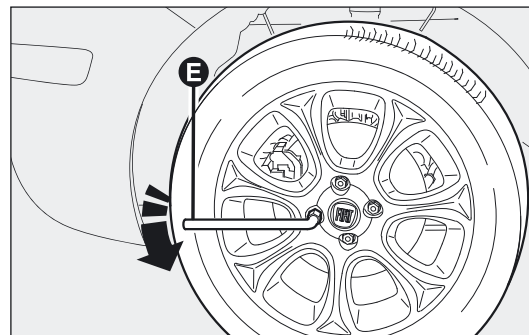

fig. 152
- ☐ draai met de bijgeleverde sleutel E-fig. 152 de wielbouten ongeveer een slag los; schud bij uitvoeringen met lichtmetalen velgen enige malen aan de bovenkant van de carrosserie, waardoor de velg los van de wielnaaf kan komen;